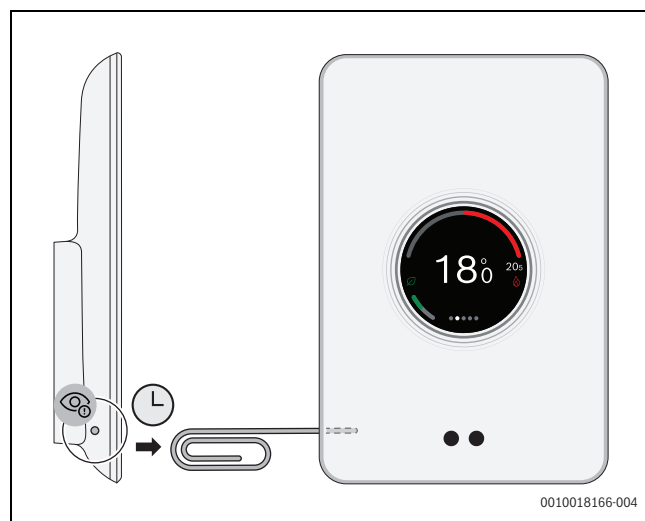

Fig. 22 Réinitialisation matérielle
- Appuyer sur la touche de réarmement (→ Fig. 22) et la maintenir enfoncée quelques secondes.